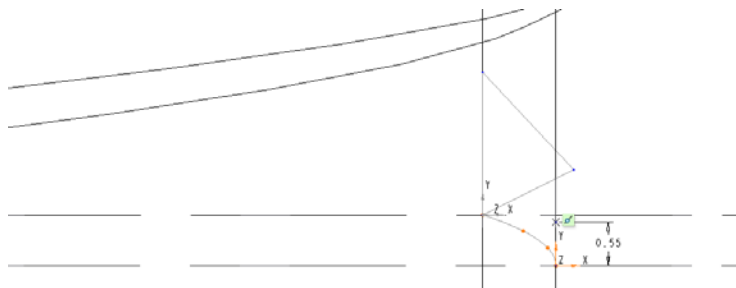

图 13-98 创建点作为终止剖面
⑥ 在“截面”面板中单击“插入”按钮，新截面位置为“结束”，然后在“截面”面板中单击“草绘”按钮，进入草绘模式。
⑦ 在“草绘”面板中单击“点”按钮，在图 13-98 所示的位置处绘制一个点，单击“确定”按钮。该剖面也不旋转。